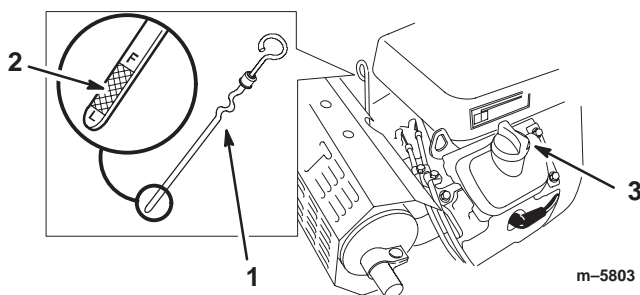

Figure 41
3. Nettoyez la surface autour de la jauge d'huile (Fig. 41) pour éviter que des impuretés ne tombent dans le moteur.
4. Sortez la jauge d'huile et essuyez soigneusement l'extrémité métallique (Fig. 41).
5. Enfoncez la jauge complètement dans le moteur. Sortez de nouveau la jauge et examinez l'extrémité métallique (Fig. 41). Si le niveau est bas, versez lentement une quantité d'huile suffisante dans le goulot de remplissage pour amener le niveau au repère du plein (F).
4. Nettoyez la surface autour de la jauge d'huile (Fig. 41) pour éviter que des impuretés ne tombent dans le moteur.
9. Versez lentement environ 80 % de la quantité d'huile spécifiée dans le goulot de remplissage (Fig. 41) (voir Changement de l'huile moteur et du filtre, page 34).